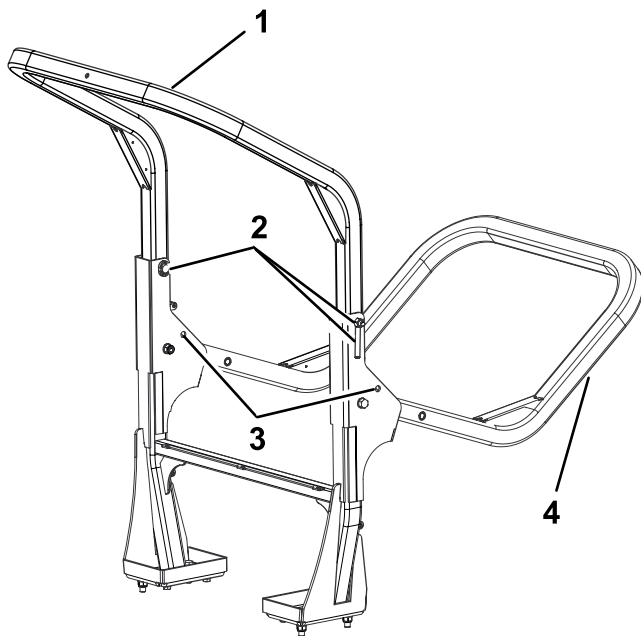

Figura 27
2. Sostenete il peso del telaio superiore del roll bar mentre rimuovete i perni a scatto e i perni con testa dalle staffe orientabili (Figura 27).